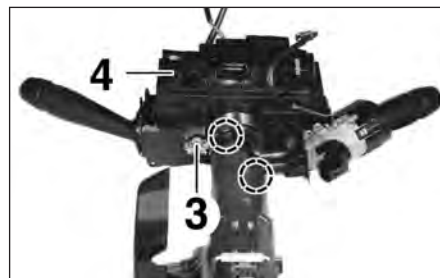

FIG.4
- Desserrer la vis (3) du collier du module de commande sous volant (4), au maximum (Fig.4).
- Débrancher le module de commande sous volant (4) et le déposer.